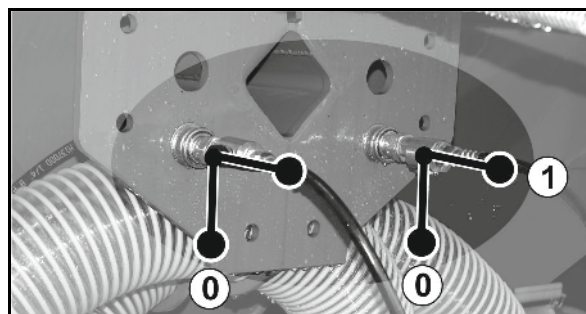

Рис. 93
6. Установите шаровой кран (Рис. 93/1) в положение **B**.